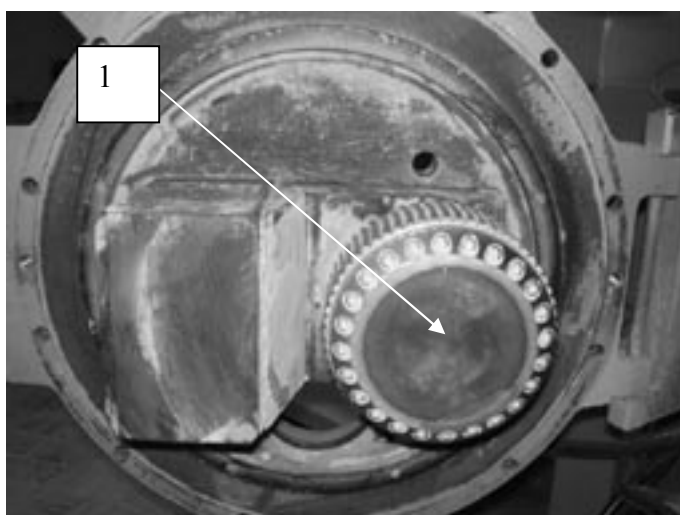

Рисунок 5
2.1.5 В камере пресс-гранулятора прижимной валик рис.5 (1) вталкивает опилки до матрицы и таким образом формируются гранулы.